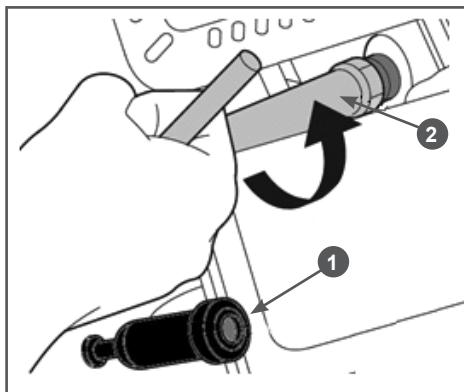

Рис. 17 Откручивание свечи зажигания
- Снимите колпачок 1 (Рис. 17) со свечи зажигания и удалите грязь вокруг свечи зажигания.
- Открутите свечу зажигания свечным ключом 2 (Рис. 17).